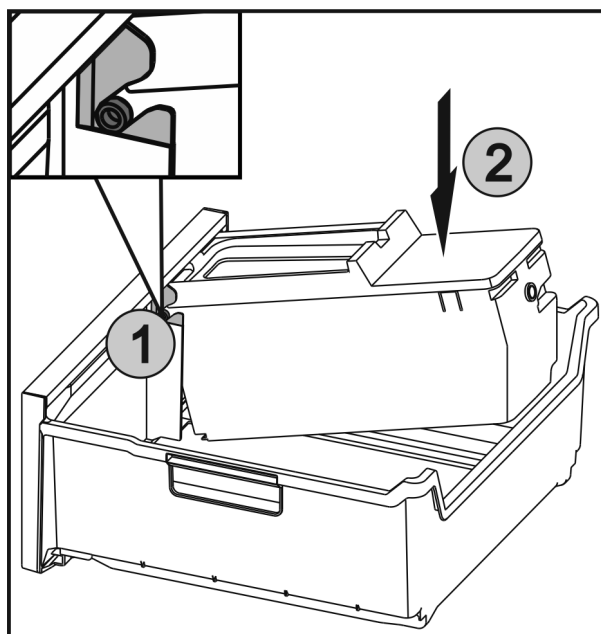

Fig. 44
- Insérer les axes Fig. 44 (1) sur l'EasyTwist-Ice dans les guides et appuyer sur le côté arrière Fig. 44 (2) jusqu'à ce que la languette s'enclenche.